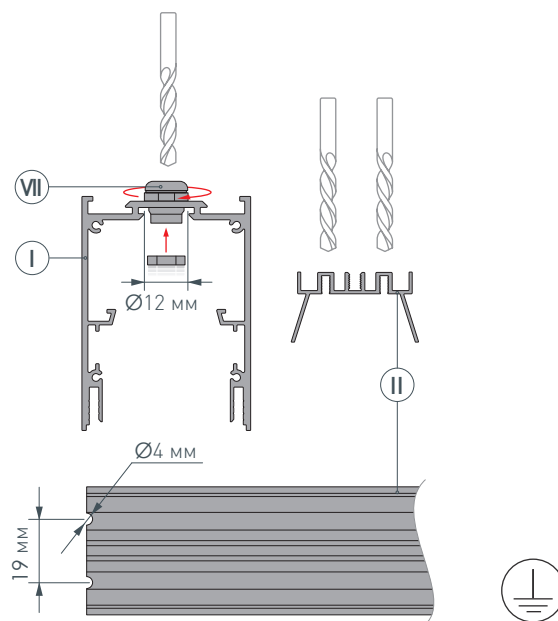

Рис. 1. Подготовка отверстий для вывода кабелей на основании для светодиодной ленты (II). Вид сверху
- 1** / Просверлите отверстие  $\varnothing 12$  мм в профиле (I) для вывода сетевого кабеля, а также для установки клемм заземления профиля и блока питания. Затем просверлите два отверстия  $\varnothing 4$  мм в основании для ленты (II) для вывода кабеля питания светодиодной ленты, как показано на рис. 1. **Установите клеммы заземления профиля и блока питания.** Установите и зафиксируйте в профиле (I), в отверстии для сетевого кабеля медную муфту (VII).